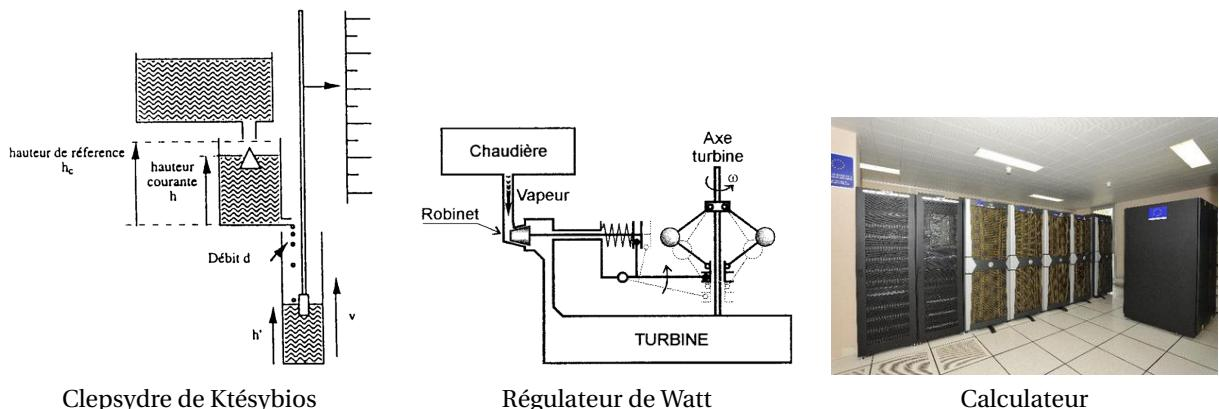

FIGURE 1 – Historique de l'automatique
- La première problématique concernant la création d'un système automatisé date de l'antiquité et l'invention de **Ktésybios** (environ 250 av JC) est un système d'horloge à eau (**Clepsydre**) à trois niveaux de vases communicant. Il a été imaginé dans le but de garantir une précision optimale sur la mesure du temps. La figure 1(a) illustre le principe de fonctionnement de cette horloge. Le deuxième niveau comporte un "trop plein" permettant de garantir un niveau constant et donc un débit constant d'écoulement vers le troisième niveau qui est gradué pour donner l'information du temps écoulé.
- **Le régulateur à boules de Watt** (XVIII^e siècle figure 1(b)) a été conçu lors de l'avènement des machines à vapeur dans le but d'en limiter la vitesse de rotation avec un système de régulation de vitesse utilisant les effets
- Au cours du *XX^e* siècle l'utilisation de plus en plus importantes **de calculateurs** et de l'**informatique** (figure 1(c) permet d'accroître et de faciliter la conception des systèmes automatisés de plus en plus performants.